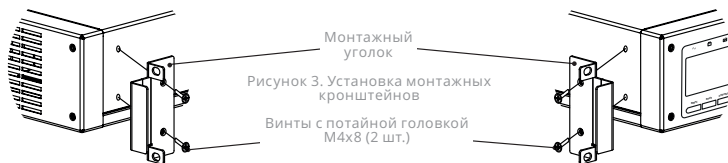

Рисунок 3.1 Установка монтажных уголков
1. Установить ИБП на ровную и твёрдую поверхность, чтобы передняя часть устройства была расположена перед пользователем. Установить монтажные уголки на крепёжные отверстия с каждой стороны ИБП и закрепить их винтами с потайной головкой М4х8 из комплекта поставки (см. Рис. 3.1).